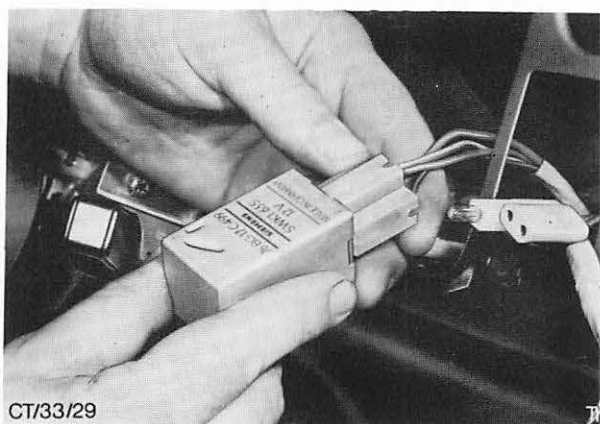

Abb. 45 Scheibenwischer-Relais
4. Relais am Mehrfachstecker anschließen, Abb. 45.